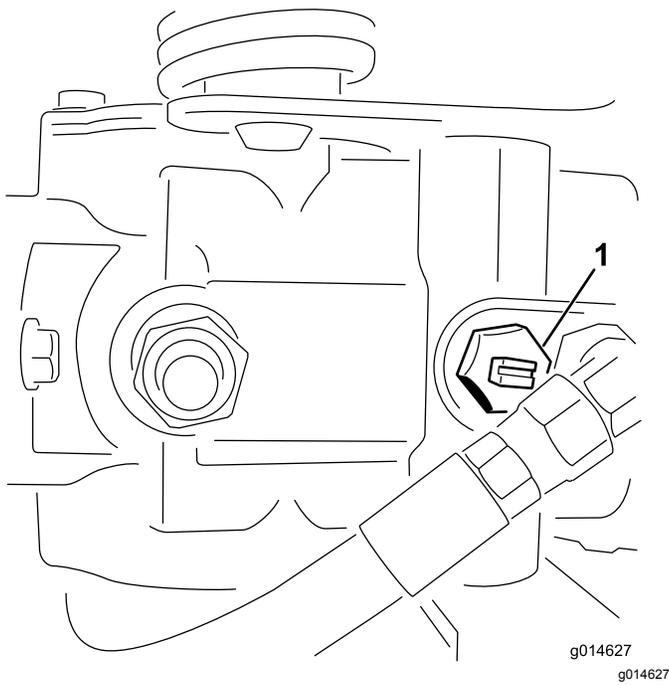

図 43
1. 油圧ポンプについているバイパスバルブ 図 43 の溝が「縦」になるようにバルブを回転させる。
2. エンジンを始動する時には、必ずバイパスバルブ 図 43を閉じる溝が横向きになる。バルブを開けたままでエンジンを掛けないこと。